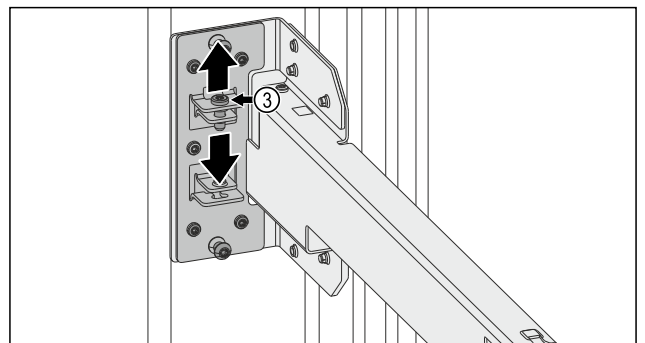

Fig. 14
- ▶ Schraube Fig. 14 (3) lösen.
- ▶ Schraube Fig. 14 (3) festziehen.